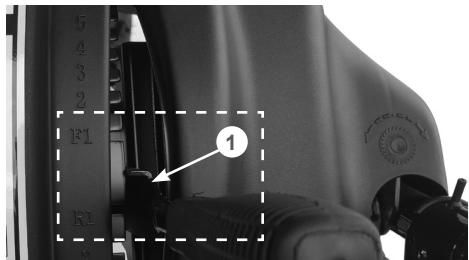

**Рис. 15 Подключение тяги к нижнему рычагу**
- установите нижний конец тяги в отверстие нижнего рычага механизма переключения передач (расположен на корпусе трансмиссии сзади), как показано на Рис. 15 и зафиксируйте тягу шплинтом;